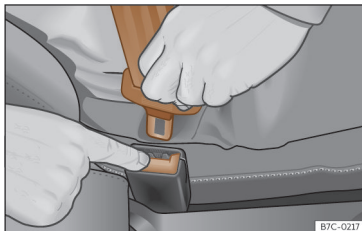

Fig. 14 Soltar la lengüeta del cierre del cinturón.
- Presione la tecla roja en el cierre»» » **fig. 14.** La lengüeta saltará del cierre.